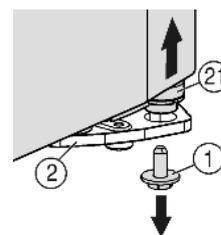
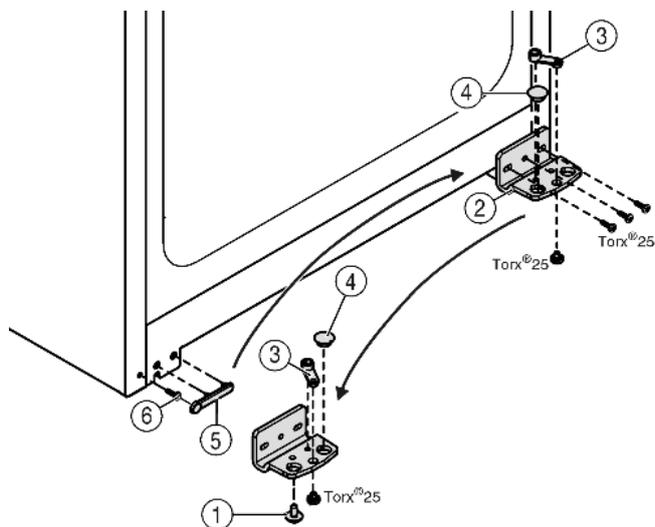

Fig. 5
Fig. 6
- ▶ Внизу справа на опорном кронштейне выкрутите фиксирующий винт Fig. 5 (1).
- ▶ Опорный палец Fig. 5 (21) можно извлечь из опорного кронштейна Fig. 6 (2).
- ▶ Если установочный винт Fig. 5 (21) не откручивается, его можно вынуть, нажав на него снизу.
- ▶ Открутите опорный кронштейн Fig. 6 (2).
- ▶ Открутите опорную деталь Fig. 6 (3) и, переставив в отверстие на противоположной стороне опорного кронштейна, снова прикрутите.
- ▶ Извлеките заглушку Fig. 6 (4) из опорного кронштейна и переставьте ее в отверстие на противоположной стороне опорного кронштейна.
- ▶ Осторожно снимите крышку со стороны ручки Fig. 6 (5).
- ▶ Выкрутите болт Fig. 6 (6) и вкрутите на противоположной стороне.
- ▶ Снова установите крышку Fig. 6 (5).
- ▶ Снова прикрутите опорный кронштейн Fig. 6 (2) на новой стороне шарнира (с моментом 4 Нм). При необходимости используйте аккумуляторный шуруповерт.
- ▶ Вкрутите фиксирующий винт Fig. 5 (1) вниз в опорный палец и затяните (с моментом 4 Нм).